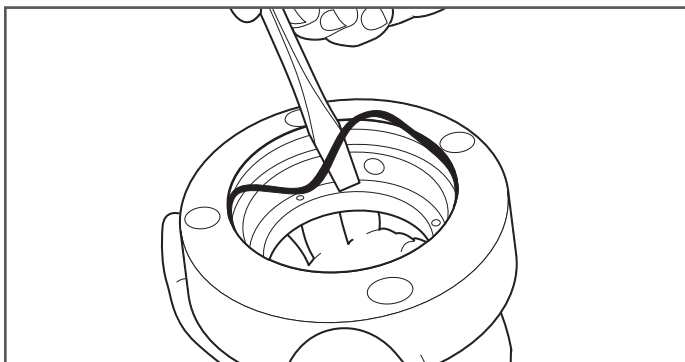

Figure 9-4
4. Retirez le joint torique extérieur de la partie centrale du raccord DoubleTrac®. Vérifiez que le joint n'est pas déchiré, rayé et ne comporte aucun défaut visible. Remplacez le joint torique s'il y a lieu (Figure 9-4).